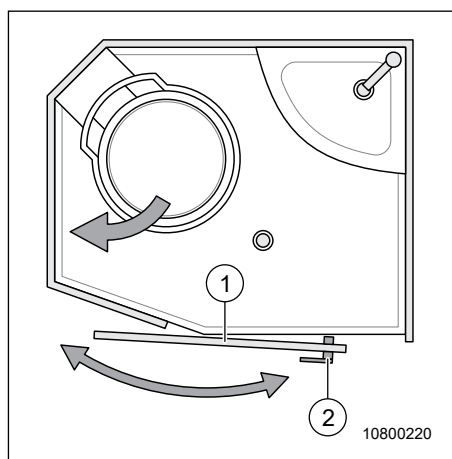

Fig. 68 Ouvrir/fermer la porte coulissante
1. Pour l'ouvrir, tourner le bouton tournant (Fig. 68, pos. 2) dans le sens horaire.
2. Ouvrir la porte coulissante (Fig. 68, pos. 1) vers la gauche.
Fermer la porte coulissante (Fig. 68, pos. 1) vers la droite.